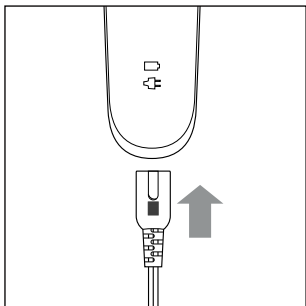

Abb. 1
- 2) Verbinden Sie den Hohlstecker **9** des Netzadapters **8** mit dem Gerät (siehe Abb. 1).